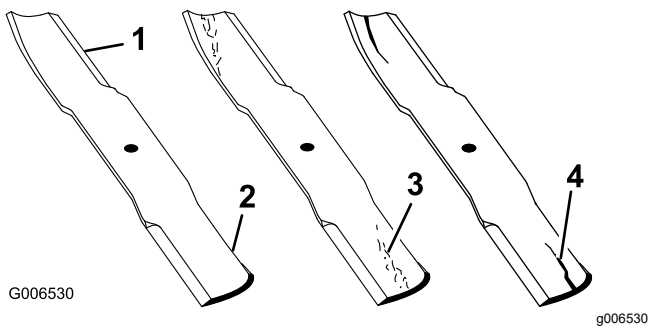

Figure 58
1. Examinez le tranchant des lames (Figure 58).
4. Remplacez immédiatement toute lame fendue, usée ou qui présente une entaille (Figure 58).